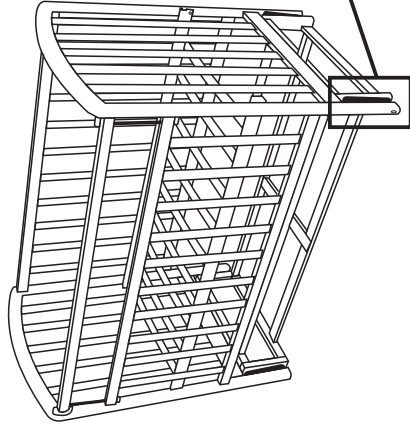

Рисунок 5
6. Установка механизма качания. Навесить планки механизма качания (26) на каркас на винты(18) через втулку(28) с внешней стороны каркаса и гайку(27) с внутренней стороны каркаса(см рис.5). Совместить кровать с каркасом. Навесить кровать на механизмы качания на винты(29)с внутренней стороны, через пластмассовую втулку(28) и стяжную гайку(27) с внешней стороны ножки (см. рис 6). Для ограничения качания кровати затянуть винты стопорения(19).